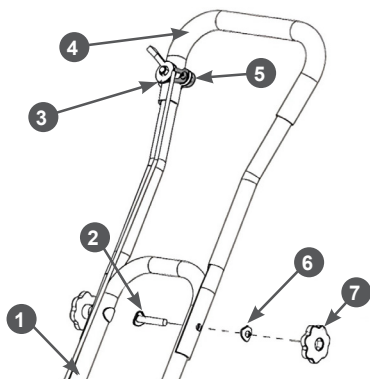

Рис. 5. Установка верхней части рабочей рукоятки
4. Совместите отверстия в нижней части 1 и верхней части 4 рабочей рукоятки и вставьте с внутренней стороны рукоятки в эти отверстия болты 2 (Рис. 5).
5. С внешней стороны установите шайбы 6 и закрутите барашковые гайки 7 до упора (Рис. 5).
6. Установите на рабочую рукоятку рычаг 3 газа с тросом и закрепите его с помощью скобы 5 крепления и крепежа (Рис. 5).